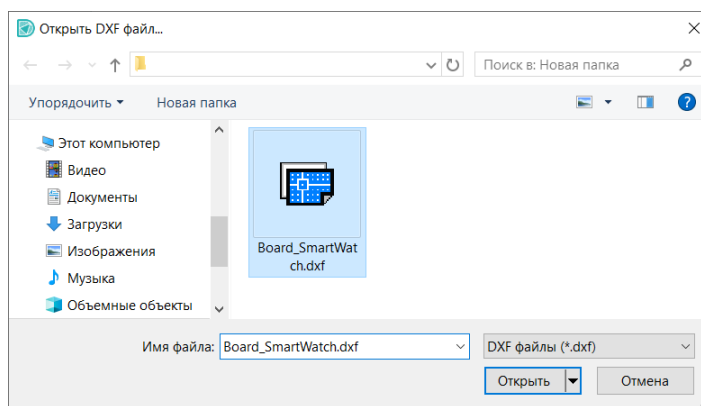

Рис. 77 Окно выбора файла для импорта .dxf
3. Выберите и откройте нужный файл в формате .dxf через окно проводника, см. Рис. 77.